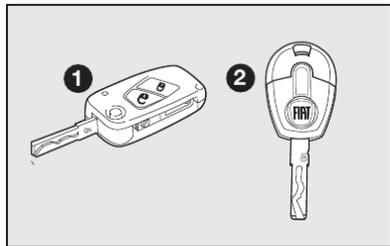

fig. 1
### CHAVES - fig. 1
Com o veículo são entregues, conforme versão, duas chaves **1-fig. 1** ou duas chaves **2-fig. 1**.
As chaves **1** ou **2-fig. 1** de uso normal no veículo são usadas para:
- abertura/fechamento das portas por meio do controle remoto. (chave **1-fig. 1**).
Para a chave **2-fig. 1** está prevista a predisposição para instalação de controle remoto.